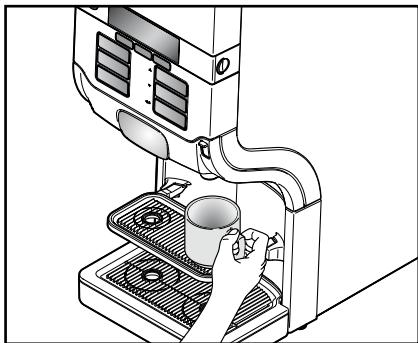

Рис. 10
- Установить чашку на подставку для чашек. (Рис. 10)
- Установить чашку на подставку. (Рис. 10)